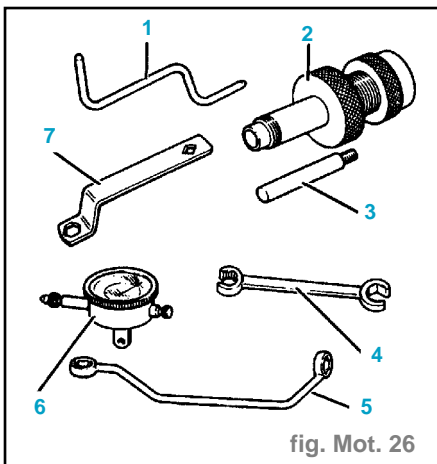

fig. Mot. 26
- Utiliser l'outil spécial (fig. Mot. 26).
- Monter (fig. Mot. 26) :
- le palpeur (3) sur le comparateur (6).
- le comparateur sur la pompe, à l'aide de l'outil (2).